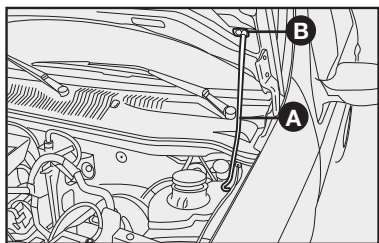

fig. 112
4) Introduzir a extremidade da vareta **A** na abertura **B** do capô do motor fig. 112.
- 1) Manter levantado o capô com uma mão e, com a outra, tirar a vareta **A**—**fig. 112** da abertura **B** e repô-la no seu dispositivo de bloqueio.